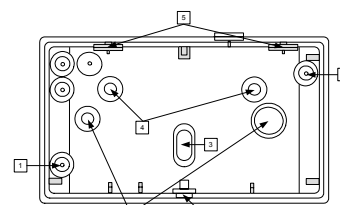

Figure 7: Trous de montage du VITRON sans fil
- Ouvrir les trous de montage requis, selon le type d'installation (en coin, à plat ou orientable, voir la figure 7)
- Si une protection arrière contre le sabotage de la partie arrière est nécessaire, ouvrir l'encoche contre le sabotage par l'arrière (3, figure 7)
- Ouvrir les trous de montage du support orientable (4, figure 7).